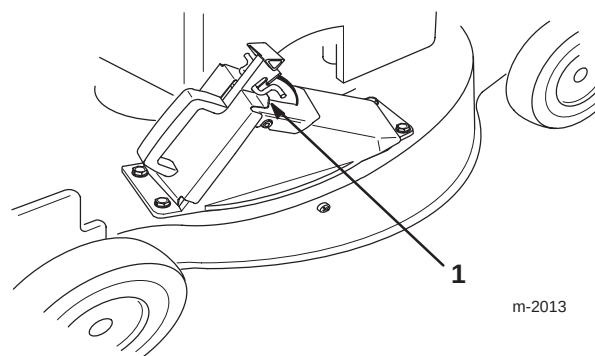

Abbildung 14
5. Die Sperrklinke loslassen und über den Sperrungen am Stopfen einrasten lassen (Abb. 14).